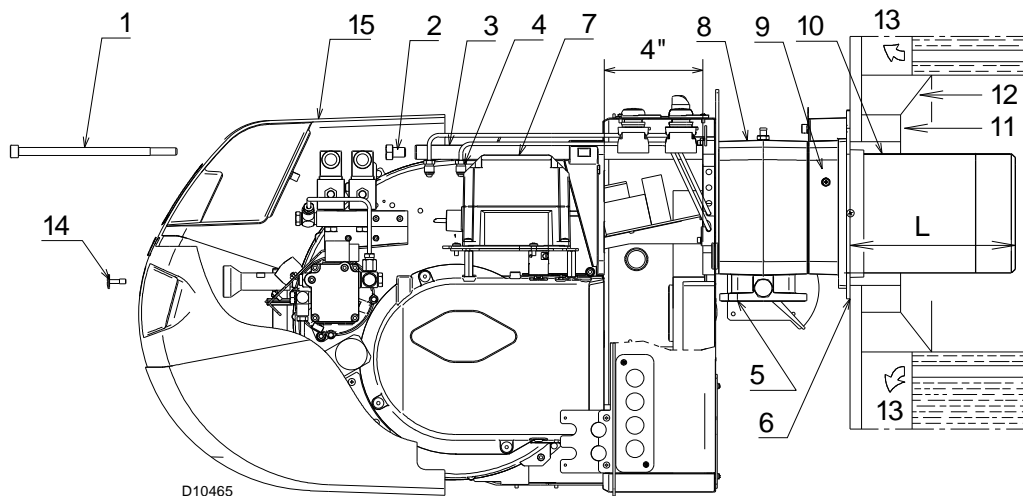
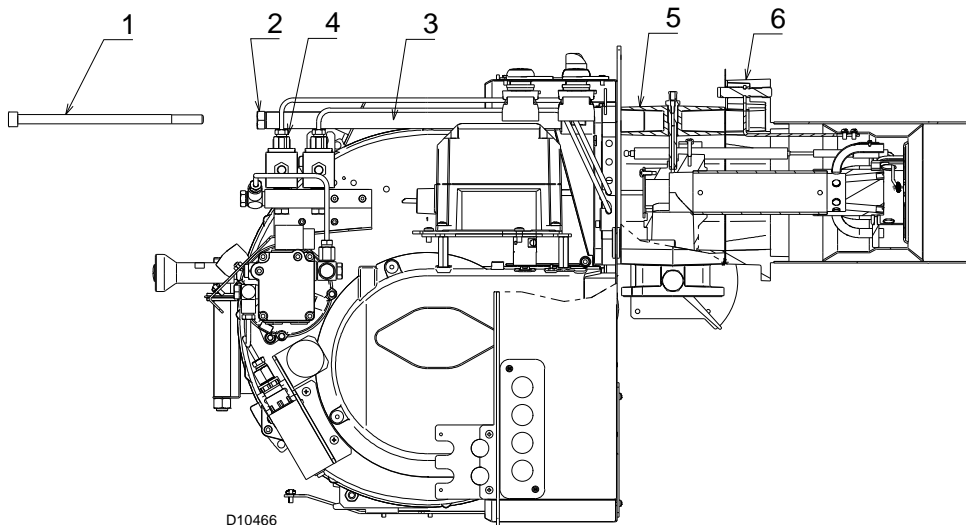

Fig. 12
Fig. 17
Para calderas con pasos de humos delanteros 13)(Fig. 12) o cámaras de inversión de llama, se debe introducir un aislante de protección 11) entre el material refractario de la caldera 12) y el tubo llama 10).
Desconecte el cabezal de combustión del quemador (Fig. 12):
- Vuelva a colocar el quemador 4)(Fig. 17) en las guías 3) a aproximadamente 4" desde el manguito 5) - el quemador se coloca como se muestra en Fig. 12 en página 19;
- coloque los cables de encendido del electrodo y luego deslice en las guías el quemador hacia el manguito de modo que quede ubicado como se muestra en Fig. 17;
- conecte los tubos de aceite nuevamente atornillando los dos conectores 4)(Fig. 12 en página 19).